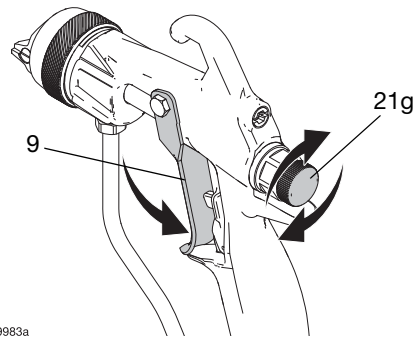

FIG. 32: Controllare il grilletto e la manopola di regolazione del ventaglio
8. Controllare il movimento del grilletto (9) e della manopola di regolazione del ventaglio (21g). Lubrificare o riparare se necessario. Vedere FIG. 32.